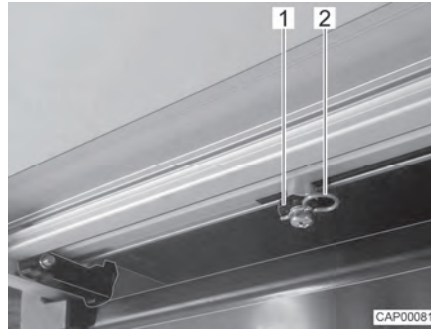

Bild 4 Antriebsstange (Eintrittstufe)
- An der Unterseite der Eintrittstufe beide Sicherungsclips (Bild 4,2) an den Antriebsstangen (Bild 4,1) abziehen.